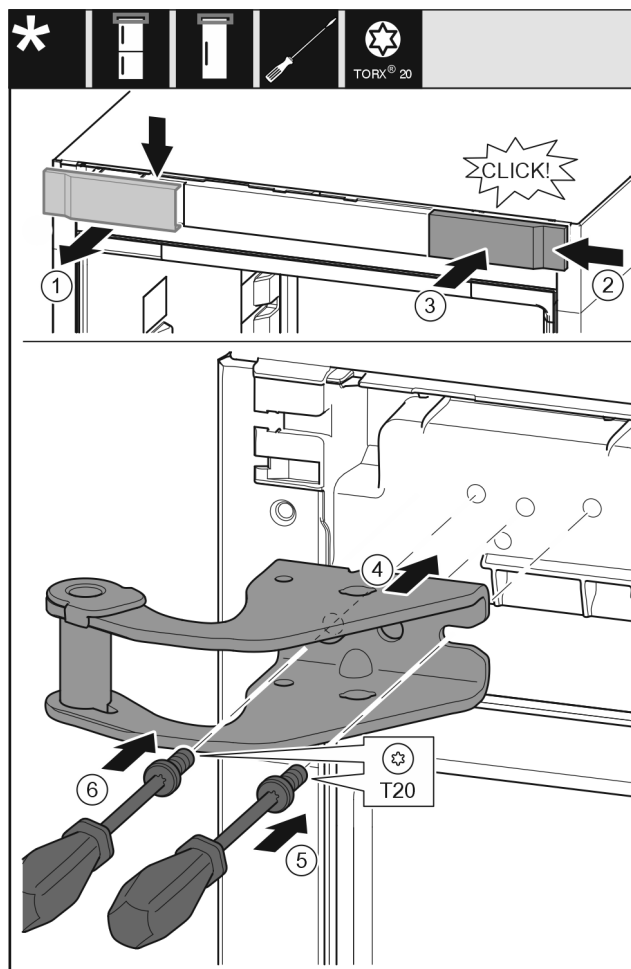

Fig. 13
- Pokrov snemite od zgoraj v smeri naprej. Fig. 13 (1)
- Pokrov, obrnjen za 180°, namestite na drugi strani z desne strani. Fig. 13 (2)
- Zatakните pokrov. Fig. 13 (3)
- Pristavite zgornji ležajni podstavek. Fig. 13 (4)
- Vijak vstavite z izvijačem T20 in ga zategnite. Fig. 13 (5)
- Vijak vstavite z izvijačem T20 in ga zategnite. Fig. 13 (6)